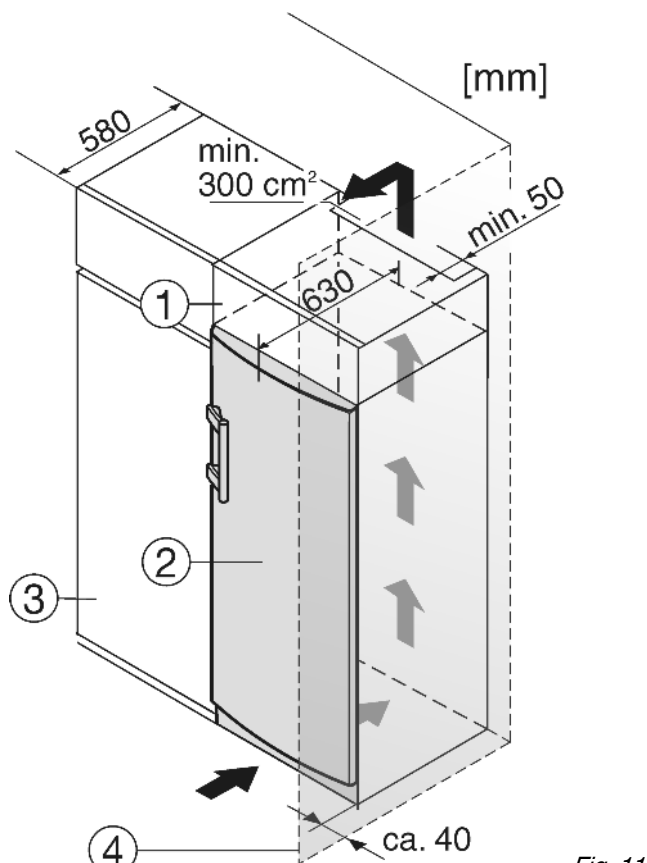

Fig. 11
- (1) Дополнительный шкафчик
(2) Устройство
(3) Кухонный шкаф
(4) Стенка
Устройство может быть окружено кухонными шкафами. Чтобы уравнять устройство Fig. 11 (2) по высоте с кухонной стенкой, можно установить над устройством дополнительный шкафчик Fig. 11 (1).
При комбинировании с кухонными шкафами (глубина макс. , 580 мм) устройство можно установить непосредственно рядом с кухонным шкафом Fig. 11 (3). Дверца устройства выступает по сторонам на 34 мм и по центру устройства на 50 мм относительно передней стенки кухонного шкафа. Поэтому ее можно свободно открывать и закрывать.
Если устройство установлено на шарнирах у стены Fig. 11 (4), то расстояние между устройством и стеной должно быть не менее 40 мм. Настолько выступает ручка при открытой дверце.